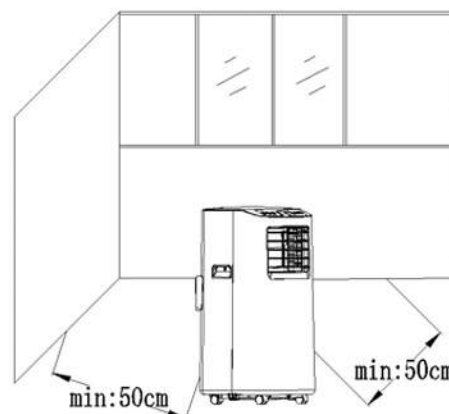

Abb. 4
5.3.1 Bewegen Sie die Maschine mit installiertem Wärmerohr und Beschlägen vor das Fenster. Der Abstand zwischen Gehäuse und Wänden oder anderen Objekten muss mindestens 50 cm betragen (wie in Abb. 4 gezeigt).